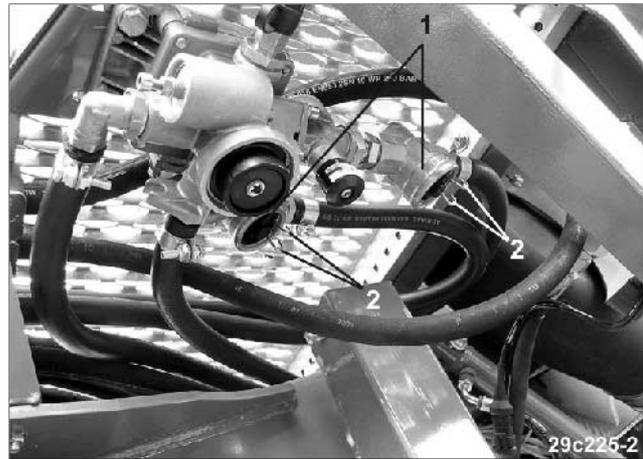

Fig. 46
Limpiar los dos filtros del conducto (Fig. 46/1) cada 3 meses (o más a menudo en condiciones operativas difíciles). Proceder como sigue:
- apretar ambas bridas (Fig. 46/2) y extraer la pieza de cierre con junta toroidal, muelle y el cartucho del filtro.